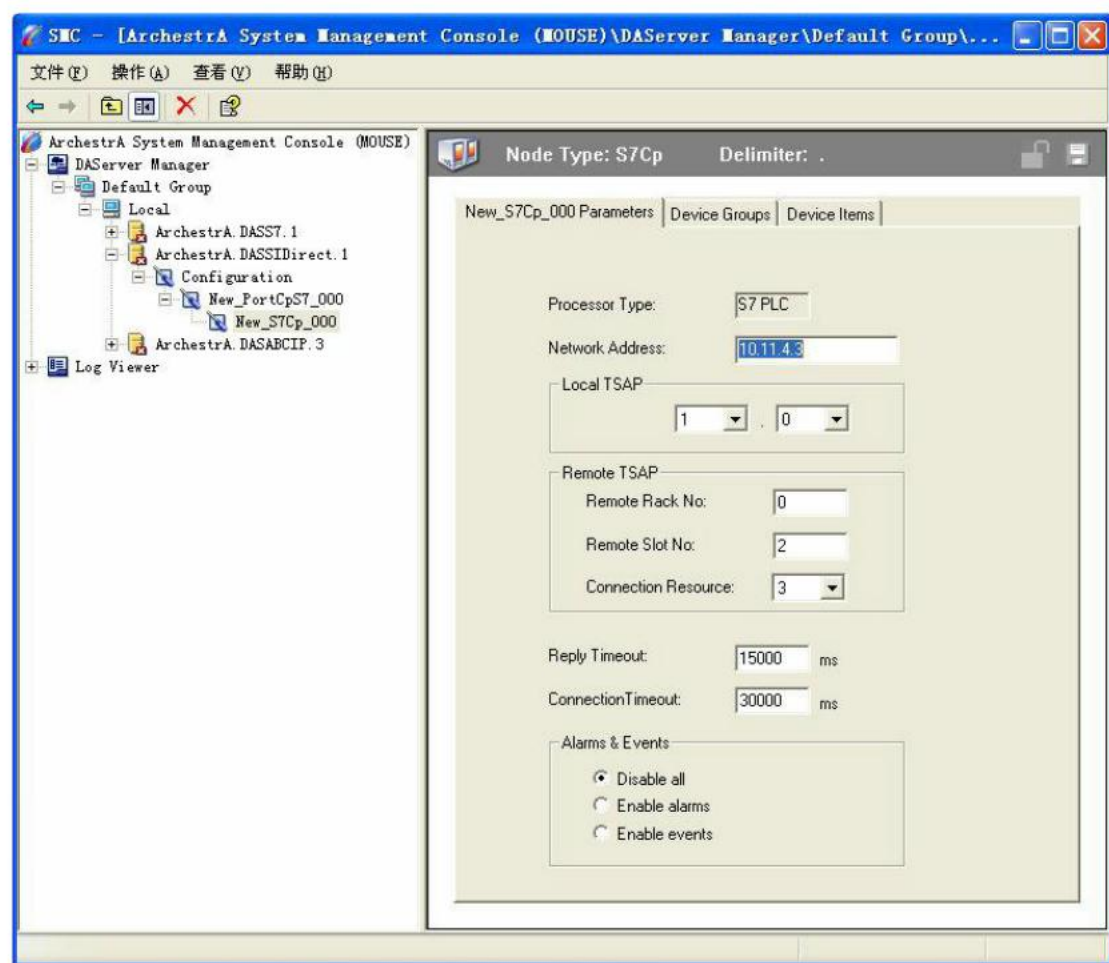

图 3. S7 CP 通信参数
7. 右键点击 “New_PortCp_000” 并选择 “Add S7Cp Object”, 出现如下 S7 参数设置对话框, 如图 3: